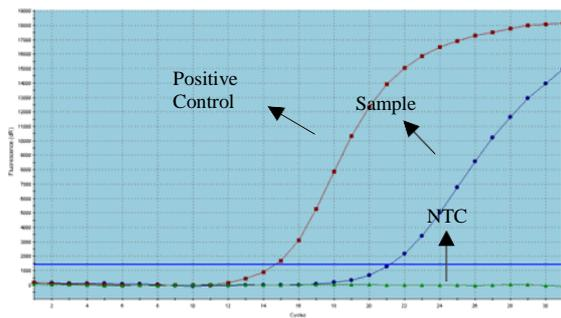

Figura 1 Curva de muestra con gen *BRAF* mutante
- a) Si el valor de FAM Ct de la muestra es < 28, la muestra se determina como positiva (Figura 1).